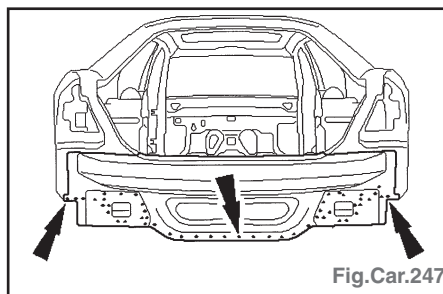

Fig.Car.247
- Souder par bouchonnage (3) et par points (2).
- Fraiser les points de soudure (Fig. Car.247).